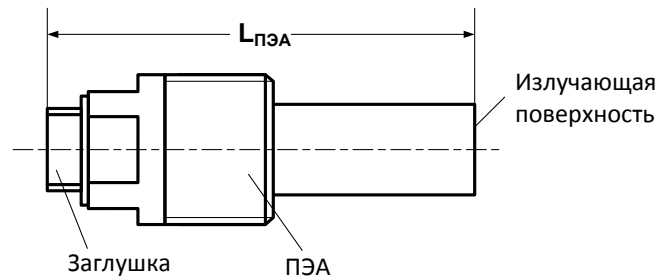

Рис.8. Измеряемая длина корпуса ПЭА.
4.4.1. Перед установкой в патрубки измерить длину корпусов пары (первого и второго по потоку) ПЭА с установленными в них заглушками (рис.8).